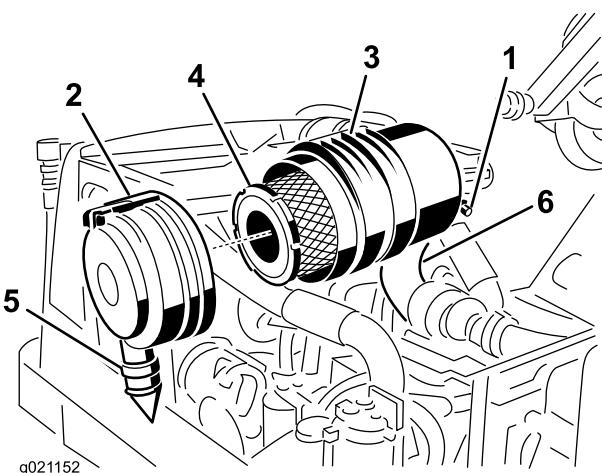

Рисунок 57
1. Оттяните заплечку наружу и поверните крышку воздухоочистителя против часовой стрелки (Рисунок 57).
2. Снимите фильтр грубой очистки (Рисунок 57).
4. Замените фильтр грубой очистки (Рисунок 57).
8. Установите крышку так, чтобы резиновый выпускной клапан был обращен вниз, — в положение между примерно «5 и 7 часами», если смотреть с торца (Рисунок 57).